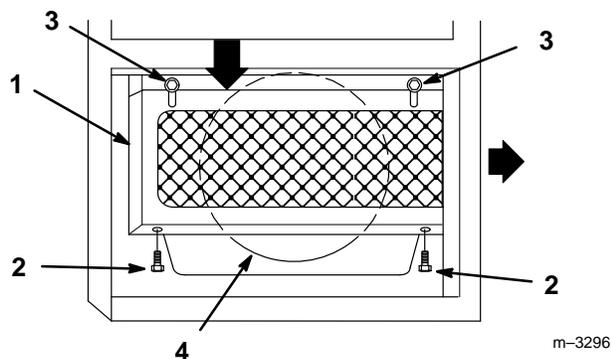

Abbildung 39
1. Zum Ausbau des Kühlgitters die unteren Schrauben entfernen und die oberen Schrauben lösen. Das Gitter nach unten und hinten schieben, um den Ölkühler freizulegen (Abb. 39). Alle Befestigungsteile aufbewahren.
3. Den Motorlufteinlaß reinigen (Abb. 39).
4. Das Gitter von hinten aus anbringen und über den Ölkühler heben. Mit den vorher entfernten Befestigungsteilen sichern (Abb. 39).